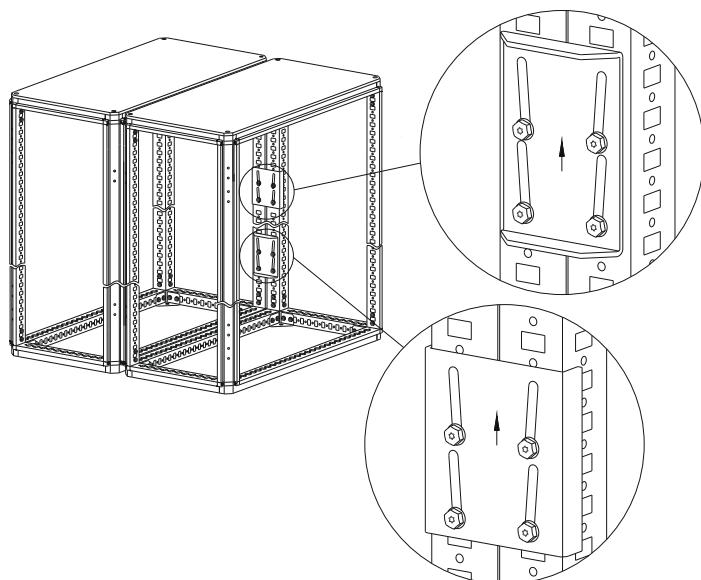

Рисунок 68
4.36.4 Сместите пластины так, чтобы расстояние между каркасами уменьшилось до минимального зазора и затяните болты M6×16 (рисунок 68). Момент затяжки – 7 Н·м.